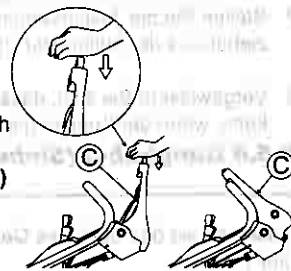

Abb. 17.
- 3 Drücken Sie den Klingenhebel (C) nach vorne und drücken Sie gleichzeitig dessen gelben Knopf. (Siehe Abb. 17.) Die Klinge beginnt, sich zu drehen.